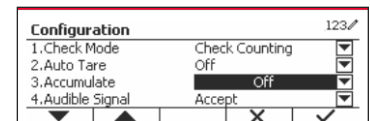

Figure 61
- Sélectionnez l'élément de la liste et appuyez sur le bouton multifonction correspondant à l'icône  pour modifier les paramètres. (Voir Figure 61)